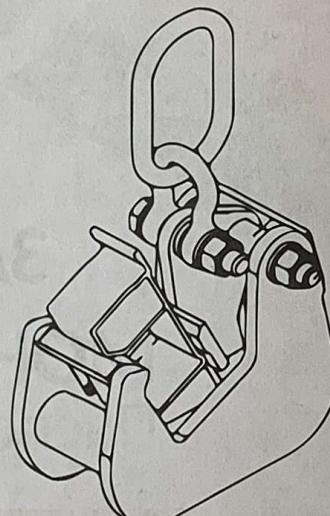

Рис. 1
3.1. Захват монтажный (Рис. 1) состоит из 2-х щек, соединенных между собой 2-мя распорными втулками (с пружиной) и пластиной. На оси через распорную втулку (с пружиной) присоединен прижим, короткий через упор прижимает профиль опалубочного щита к щекам захвата и связи. Подъем осуществляется за серьгу, соединенную с прижимом через омеггобразную скобу.